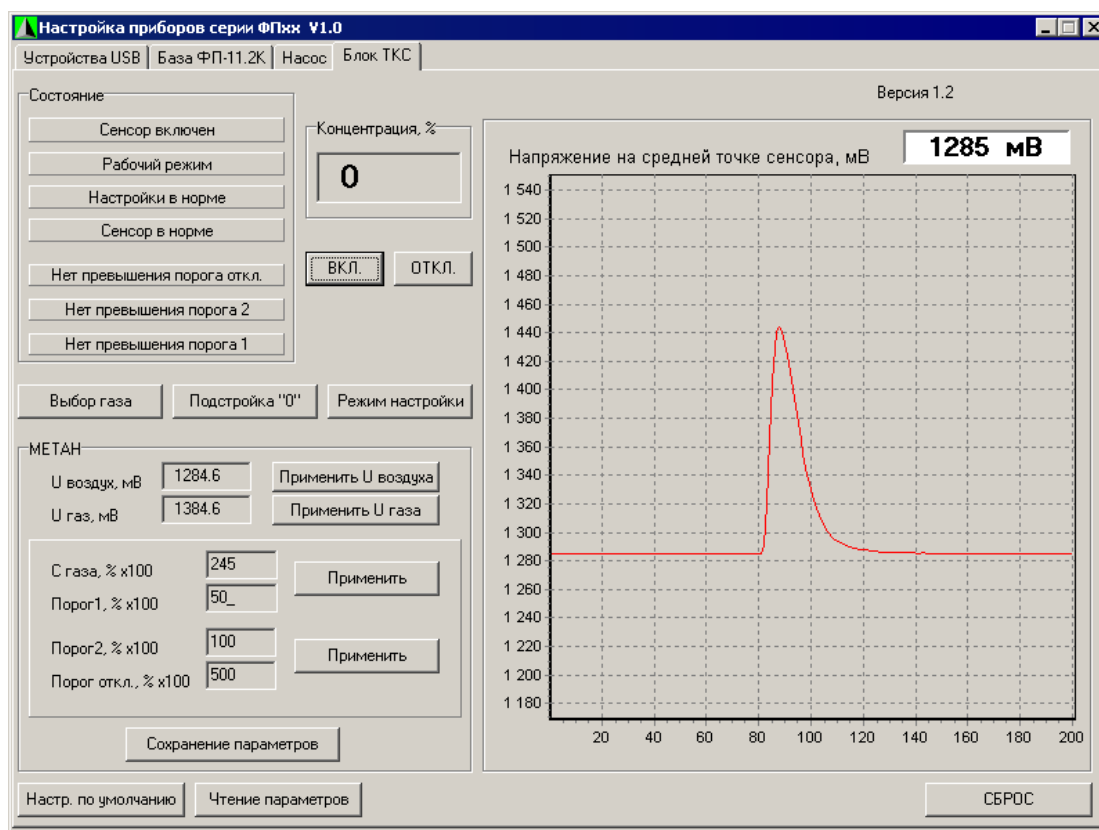

Рисунок 5
На закладке “Блок ТКС” отображаются состояние блока термокаталитического сенсора (блок датчика), его параметры работы и инструменты для настройки, рисунок 5:
- И) Панель “МЕТАН” (рисунок 5) или “ПРОПАН”, в зависимости от выбранного газа предназначена для газовой настройки блока датчика и отображает текущие рабочие настройки.
- М) Напротив надписи “С газа, % x100” отображается значение концентрации настроечной смеси, выраженное в процентах объёмной доли выбранного газа, умноженное на 100 (значение 245 соответствует 2,45 % метана, рисунок 5).
- П) Напротив надписи “Порог2, % x100” отображается значение второго порога (который соответствует порогу сигнализации) в процентах объёмной доли измеряемого газа, умноженное на 100 (значение 100 соответствует 1,00 % метана, рисунок 5).
- Р) Напротив надписи “Порог откл., % x100” отображается значение порога отключения датчика для его защиты от высоких концентраций, в процентах объёмной доли измеряемого газа, умноженное на 100 (значение 500 соответствует 5,00 % метана, рисунок 5).